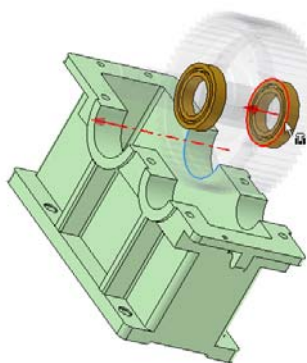

图 10-23 插入约束示意图
②单击【装配】标签栏【位置】面板上的【约束】工具按钮，打开“放置约束”对话框，装配类型选择为【插入】选项，选择一个轴承的内侧表面和对应的轴承孔的内侧表面，如图 10-23 所示（有箭头符号垂直于该表面），偏移量设置为零，方式选择为【对齐】即可。单击【确定】按钮完成传动轴的装配。